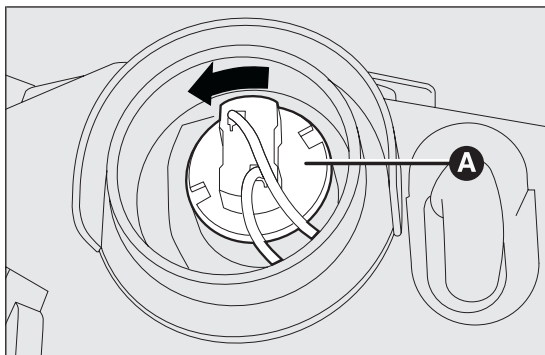

Abb. 111
- ☐ Den Lampensockel A Abb. 111 gegen den Uhrzeigersinn drehen und herausziehen;